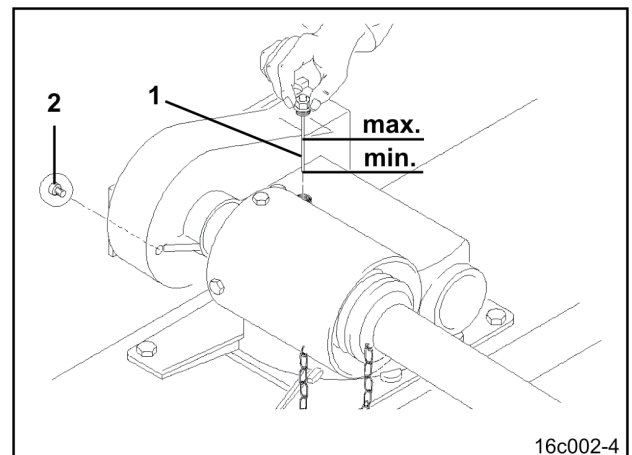

Fig. 115
Der Ölstand im WHG-ECO (Fig. 115) und WHG mit integrierter Nockenschaltkupplung ist immer bei waagrecht stehender Maschine zu kontrollieren.
Der Ölfilm am Ölpeilstab (Fig. 115/1) muss unterhalb der „max.“-Markierung sichtbar sein.
Getriebeöl (siehe Tabelle Fig. 116) bei Bedarf durch den Öffnungskanal des Ölpeilstabes (Fig. 115/1) einfüllen.
Stellen Sie einen geeigneten Ölauffangbehälter unter das Getriebe, bevor Sie die Ölablassschraube (Fig. 115/2) öffnen.
**Das WHG hat einen Ölpeilstab (Fig. 115/1) mit Entlüftung. Die Entlüftung muss stets gewährleistet sein, da das Getriebe sonst undicht werden kann!**